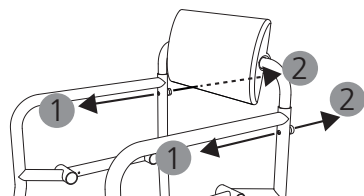

fig. 25
2. Løsn fingerskruerne på bagsiden af ryglænet, og tag skruerne ud (1, 2, fig. 25). Opbevar skruerne et sikkert sted, indtil du ønsker at samle stolen igen.